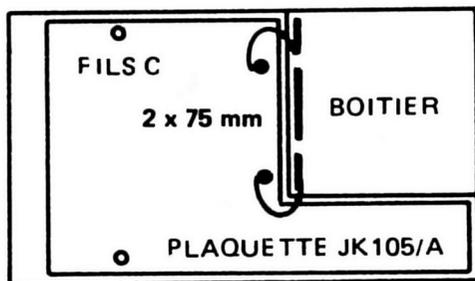

Fig. 13
- 5) Monter deux cosses à proximité de la plaquette à circuit imprimé aux points de raccordement de la pile (Les deux orifices sont repérés + et - et placés conformément à la fig. 13).